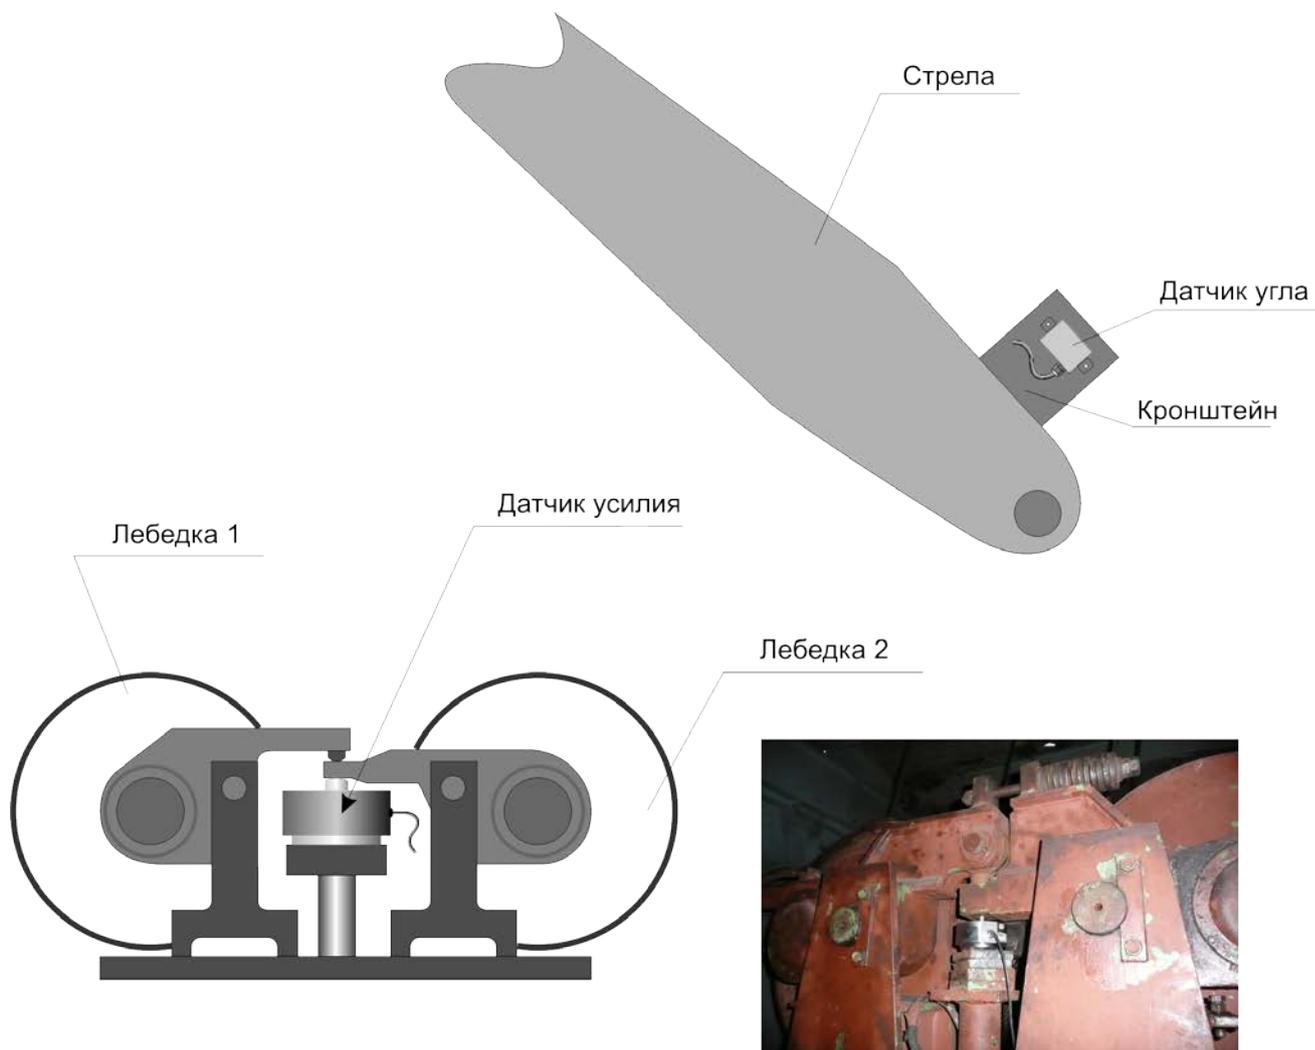
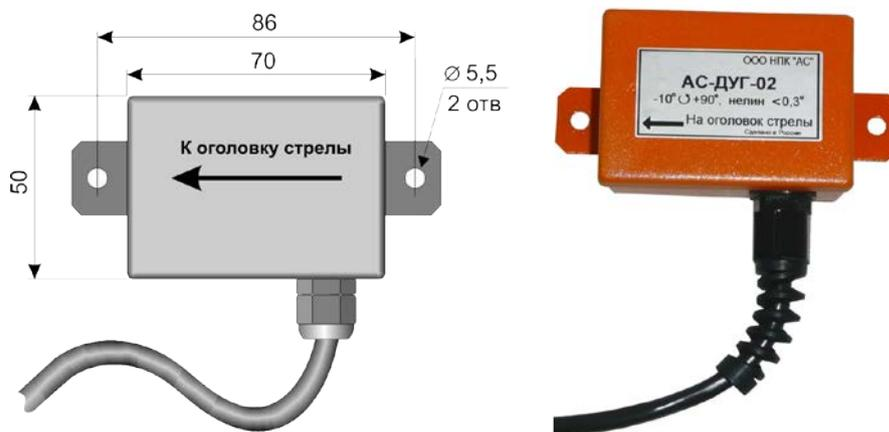

Рис.1
Рис. 6
5.1. Система АОГ, Рис.1, состоит из составных частей:
6.2. Размещение элементов системы АОГ на кране показано на Рис.1.
6.6. Датчик угла наклона стрелы, Рис.6, представляет собой электронный потенциометр, приводимый в действие силой гравитации и преобразующий угол наклона стрелы в электрический сигнал. В стреловом исполнении единственный датчик угла установлен сбоку на корневой секции стрелы, Рис.1.